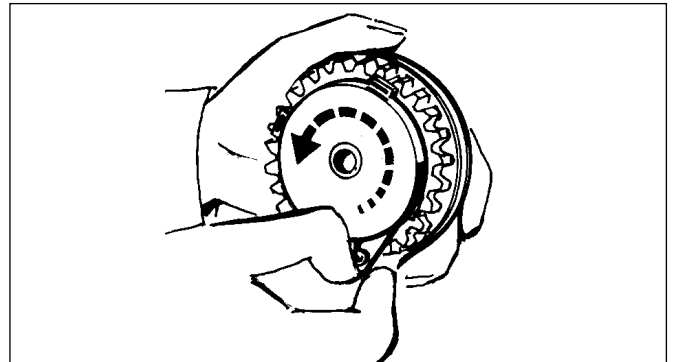

Abb. 25
- Setzen Sie die Feder auf den Zahnkranz und spannen Sie die Feder durch zweimaliges Umdrehen vor. Anschließend wird die Feder mit dem Sicherungsstift festgestellt (Abb. 25).